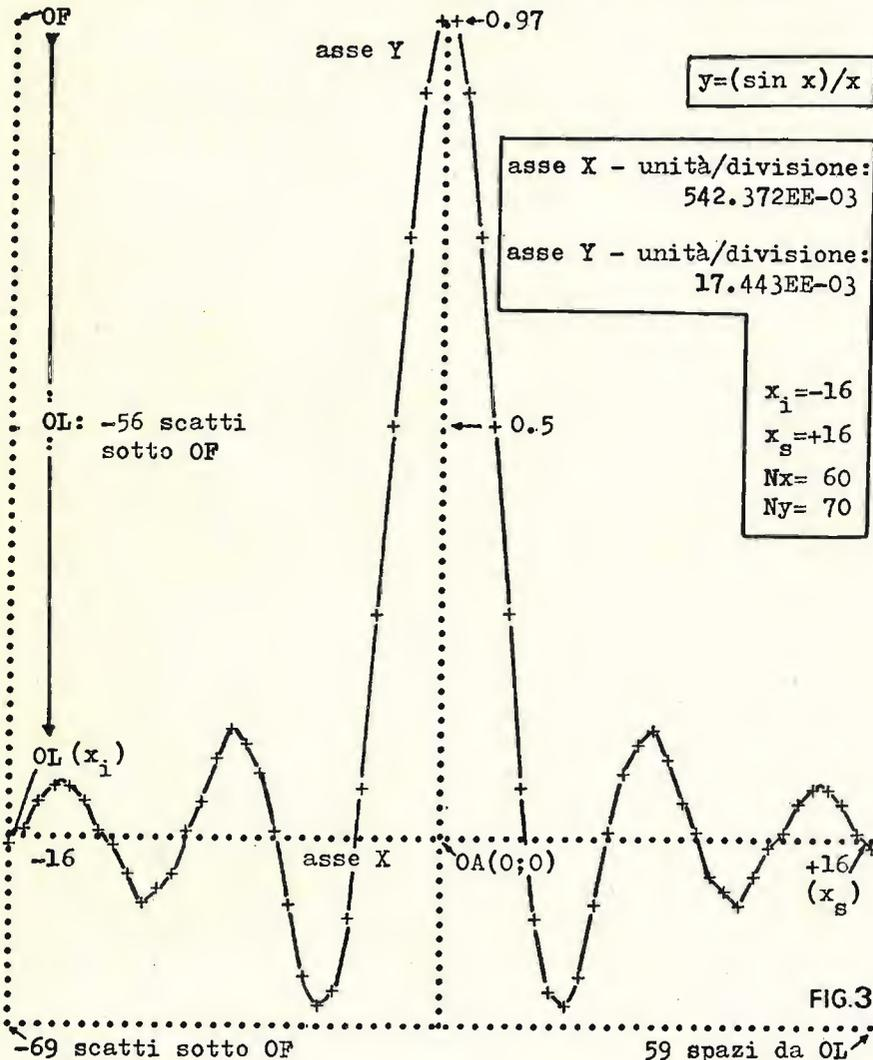

FIG.3
Ho scritto il programma per la calcolatrice TI-58, quindi va bene anche per la TI-59. Ecco qui sotto in fig.3 il grafico della funzione  $y=(\sin x)/x$ , e, di seguito, la procedura seguita.
**ORIGINE DEGLI ASSI OA(0;0)** - Nell'esempio di fig.3 OA si trova a metà del segmento di estremi  $x_1, x_s$  a causa dei valori che ho scelto per questi ultimi. In generale, quando  $x_1$  è negativo ma diverso, in modulo, da  $x_s$ , per trovare OA basterà trovare il numero  $n$  di divisioni occorrenti per arrivare su OA partendo da  $x_1$ , cioè:  $x_1 + n \cdot F_x = 0$ , da cui  $n = -(x_1/F_x)$ ;  $n$  lo si potrà avere con la sequenza: **RCL** **15** **:** **RCL** **12** **+/-** **=** **(n)** (display)